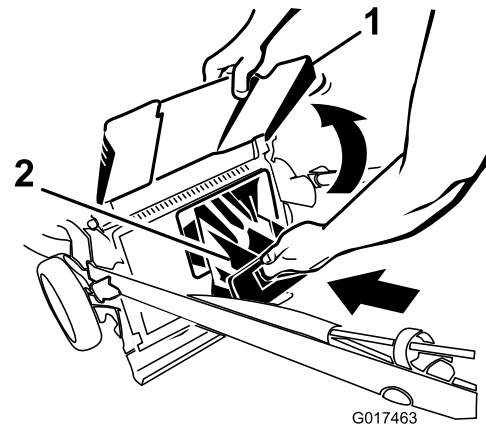

Figura 29
**Importante:** Asegúrese de que el tapón de descarga trasera está bloqueado en su sitio. Para bloquear el tapón: Levante el deflector de descarga (Figura 29), introduzca el tapón y presione firmemente hasta que encaje detrás de las pestañas, y gire la palanca del tapón a la izquierda (Figura 30).